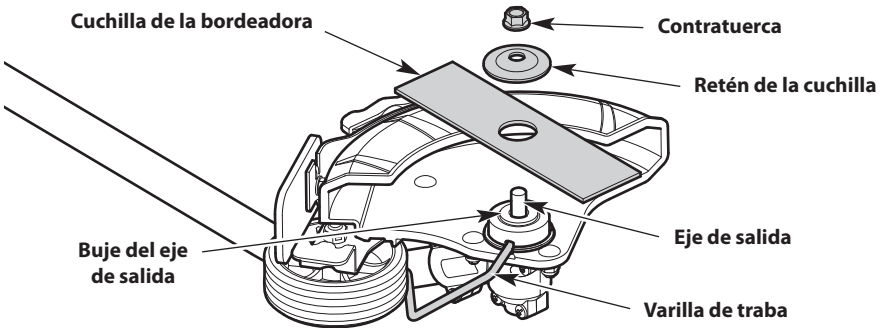

Fig. 19
4. Quite la varilla de traba. Quite la contratuerca, el retenedor de la cuchilla y la cuchilla de la bordeadora (Fig. 19). Guarde la contratuerca y el retén de la cuchilla para instalar la nueva cuchilla de la bordeadora.
1. Baje la nueva cuchilla de la bordeadora sobre el buje del eje de salida (Fig. 19). Verifique que la cuchilla esté plana contra el buje del eje de salida.
2. Coloque la retención de la cuchilla sobre el eje de salida con la superficie plana contra la cuchilla (Fig. 19).
3. Atornille la tuerca sobre el eje de salida (Fig. 19).